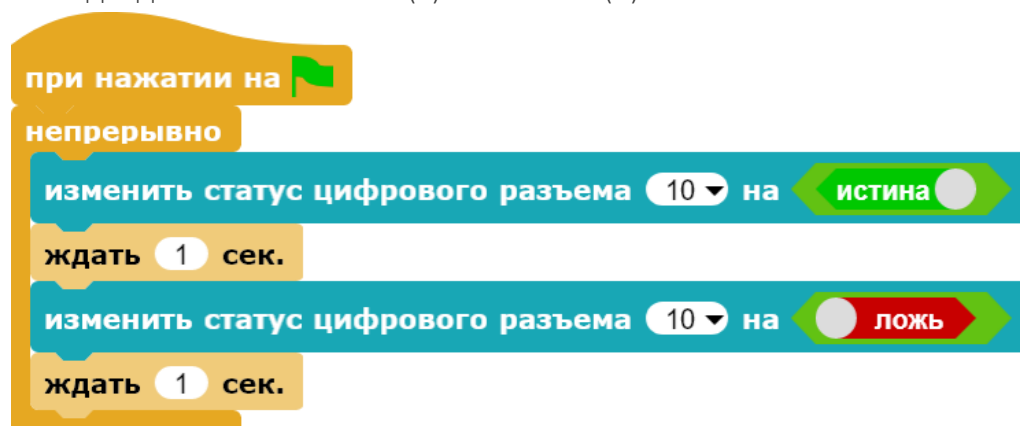

Рис. 3. Светодиод подключен к контакту 10 контроллера
- чтобы начал мигать светодиод, подключённый к другому контакту контроллера (рис. 3).